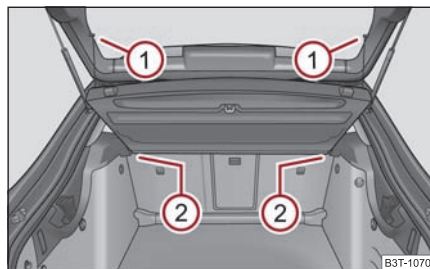

Fig. 95 Demontarea raftului din portbagaj
- Desprindeți benzile de susținere de pe capacul portbagajului ① ⇒ fig. 95.
- Scoateți raftul din suportul ② orizontal în spate.
- La montare împingeți mai întâi raftul în suportul ② și apoi prindeți benzile de susținere ① de capacul portbagajului.